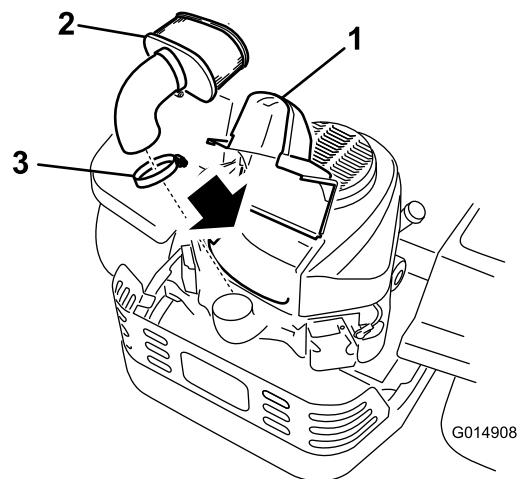

Bild 36
3. Reinigen Sie den Bereich um den Luftfilter herum, um zu verhindern, dass Schmutz in den Motor fällt und Schäden verursacht. Heben Sie die Abdeckung an und entfernen die Schlauchklemme, mit der der Luftfilter am Motor befestigt ist (Bild 36).
4. Lösen Sie die Schlauchklemme und entfernen den Papiereinsatz (Bild 36).